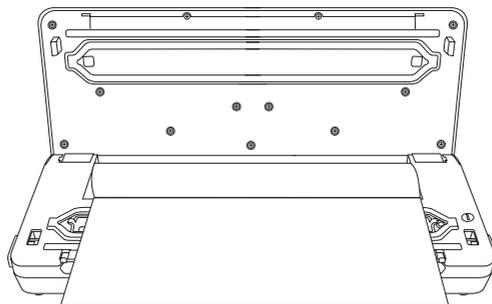

Fig. 2
- Cierre la tapa y use el cortador de bolsas (Fig. 2).